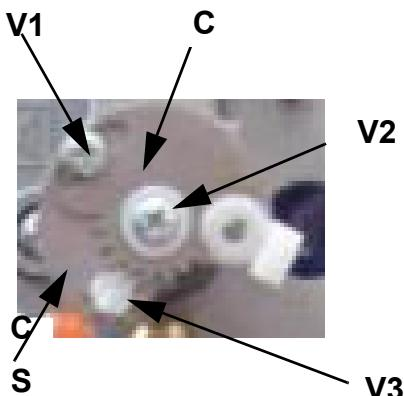

Рис. 18
- 15 При возникновении необходимости подкорректировать расход газа, отрегулированный согласно пунктов 1 и 2 этого параграфа, расслабить винт **V1** (Рис. 18) и отрегулировать угол раскрытия дроссельного клапана, вращая пластинку **C**, воздействуя на винт **V3** (вращение по часовой стрелке - для уменьшения расхода газа, а против часовой стрелки - для увеличения). Индикатор **S** указывает угол раскрытия.